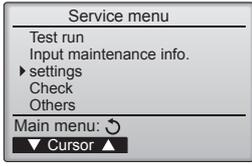

Fig. 6-2
### 6.2. Uzaktan kumanda (Fig. 6-2)
- ① (Fig. 6-2)